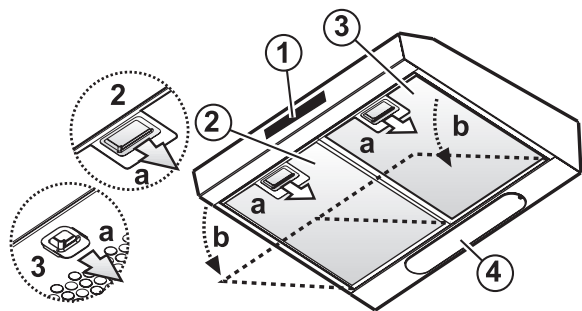

Fig. 1
2. Ouvrez la grille d'aspiration ou retirez le filtre à graisses autoportant (selon le type). **Fig. 1 (a-b)**.
2. Ouvrez la grille d'aspiration ou retirez le filtre à graisses autoportant (dans ce dernier cas, procédez immédiatement au lavage du filtre). **Fig. 1 (a-b)**.